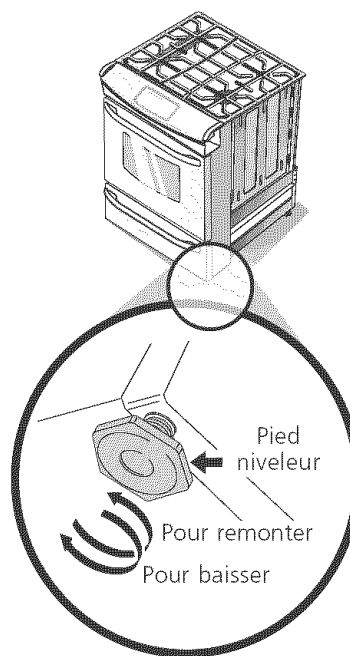

Figure 17
4. Mettez la cuisinière à niveau au besoin, en ajustant les 4 pieds niveleurs à l'aide d'une clé à molette (voir Figure 17). Un dégagement minimum de 1/8" (0.3 cm) est requis entre le bas de la cuisinière et les pieds niveleurs arrière pour disposer de suffisamment d'espace pour installer les supports anti-bascules.